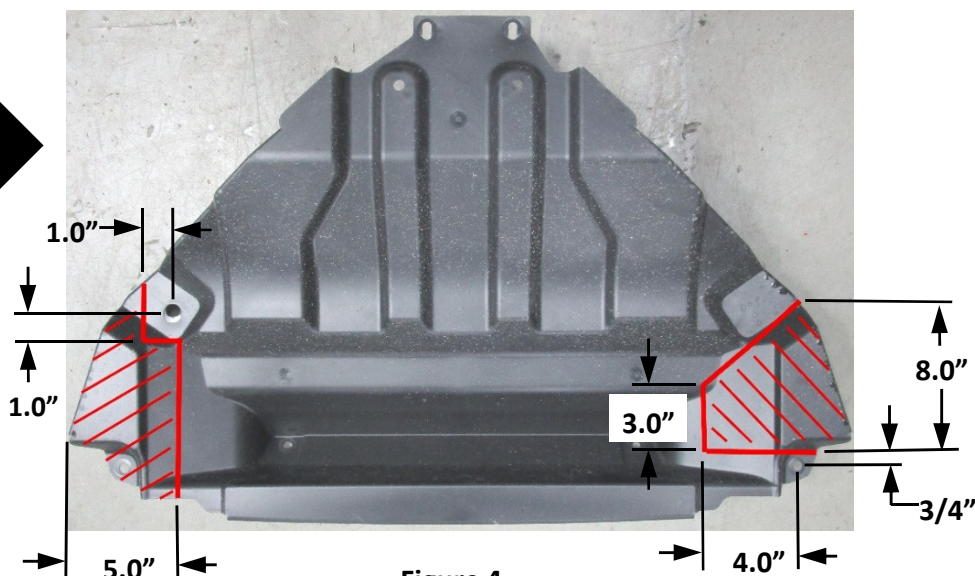

Figure 4.
7. Découper la bavette garde-boue - Mesurer, marquer et découper la bavette garde-boue en plastique. Voir la Figure 4.